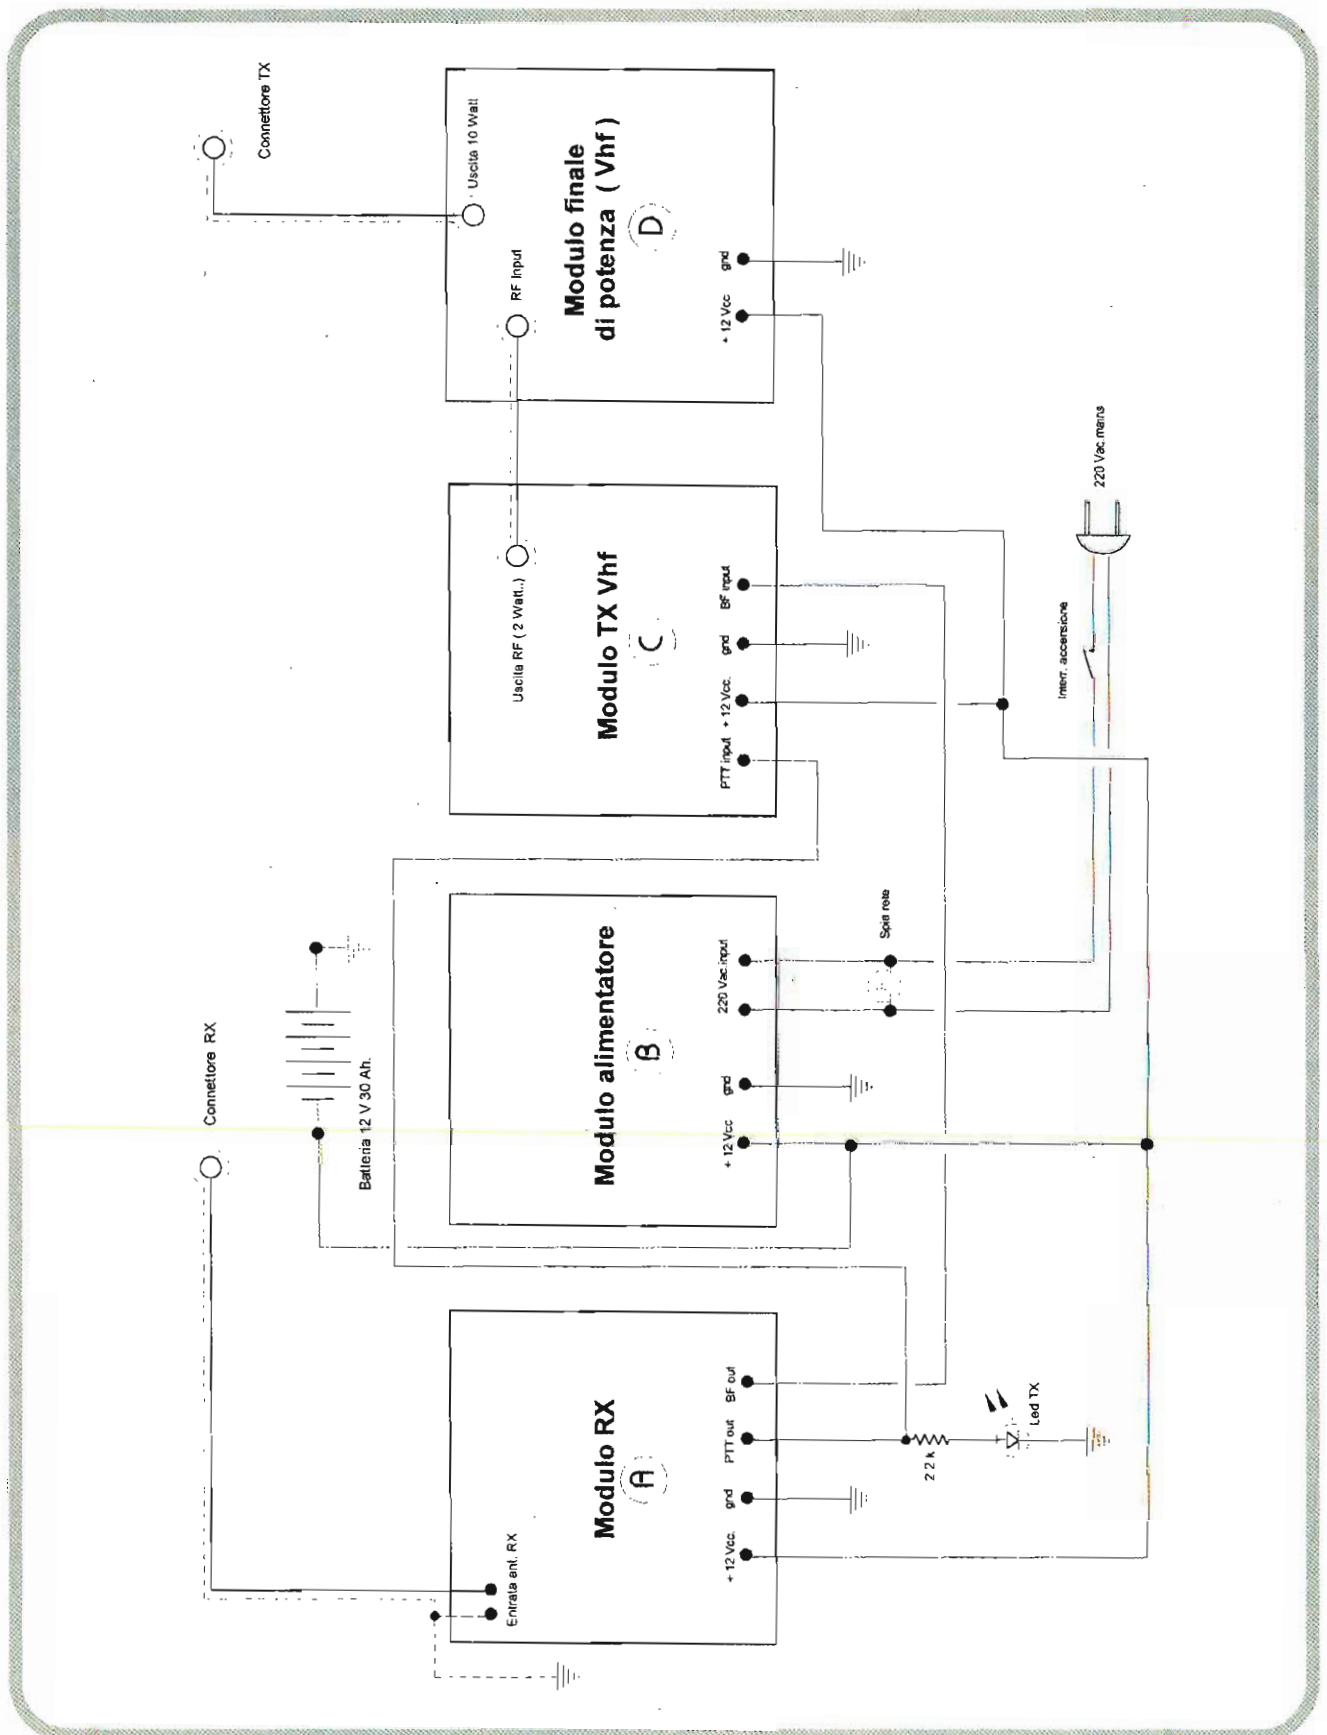

Figura 1 - Schema sezione TX del ponte ripetitore R6 Piacenza
Passiamo ora ad analizzare questa terza ed ultima sezione (**foto 3 – figura 1**). Per quel che riguarda il modulo RX (**A**), esso è frutto di un'alchimia costruttiva ideata dallo scrivente e realizzata in pratica dal buon Pietro, I2 VEP, titolare della E.R.E. di Stradella (PV). In pratica si è trat-